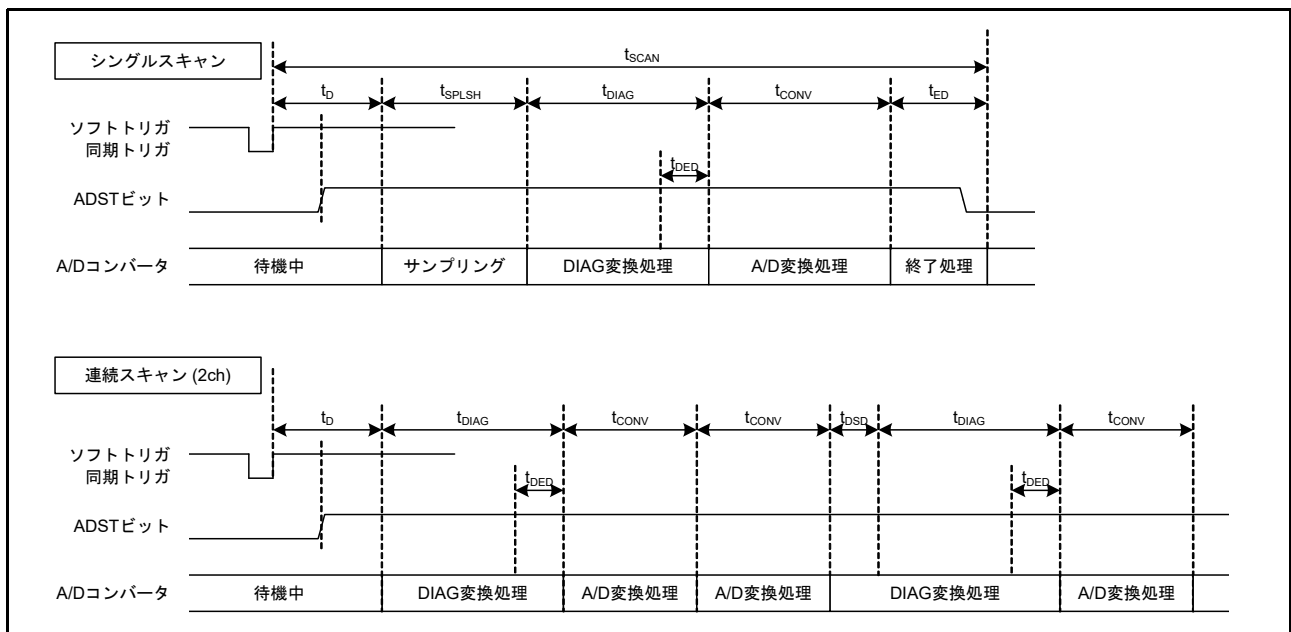
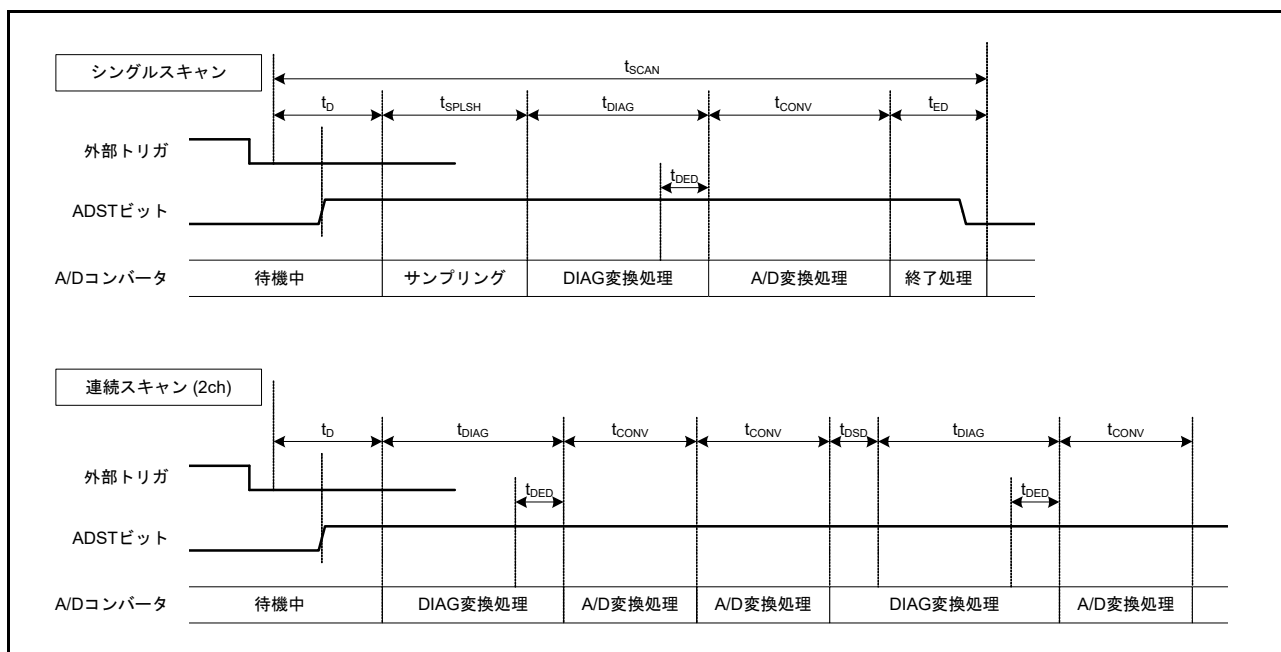

図42.39 スキャン変換のタイミング(ソフトウェア起動、同期トリガ起動の場合)
図 42.40 スキャン変換のタイミング (非同期トリガ起動の場合)
図 42.39 にシングルスキャンモード、ソフトウェア起動と同期トリガ起動によるスキャン変換を行う場合のタイミングを示します。また、図 42.40 にシングルスキャンモード、非同期トリガ起動によるスキャン変換を行う場合のタイミングを示します。スキャン変換時間 (t_{SCAN}) はスキャン変換開始遅延時間 (t_D)、チャンネル専用サンプル & ホールド回路処理時間 (t_{SPLSH})(注 1)、断線検出アシスト処理時間 (t_{DIS})(注 2)、温度センサ出力と内部基準電圧を A/D 変換するときのオートディスチャージ処理時間 (t_{ADIS})、自己診断変換時間 (t_{DIAG})(注 3)、A/D 変換処理時間 (t_{CONV})、チャンネル専用サンプル & ホールド回路終了処理時間 (t_{SHED})(注 4)、スキャン変換終了遅延時間 (t_{ED}) を含めた時間となります。
- 注1. t_D 、 t_{SPLSH} 、 t_{DIAG} 、 t_{CONV} 、 t_{ED} の各タイミングについては図42.39、図42.40を参照してください。